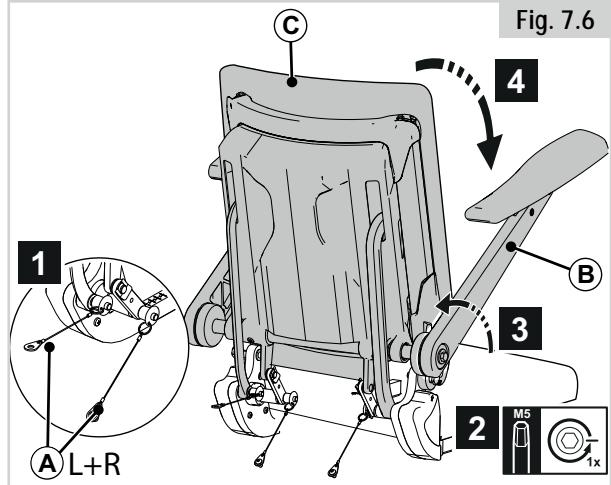

Fig. 7.6
7.5 Fällbart bakåtlutande ryggstöd med bakåtlutade armstöd (Fig. 7.6)